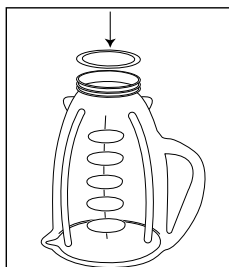

FIGURE 2
2. Poser la rondelle d'étanchéité sur l'ouverture du récipient (Figure 2).